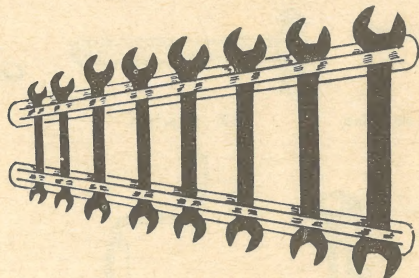

Fig. 2
5. Existem diversos tipos de chaves de porcas. As mais usadas são as chaves de boca fixa (boca aberta) (fig. 1-1 e fig. 2).
6. Na caixa de ferramentas deve haver um jogo de chaves de boca fixa desde o n.º 6 ao n.º 22 (fig. 2). Utilize sempre uma chave que assente certa na porca ou parafuso. O uso de chave muito larga pode quebrar a porca.